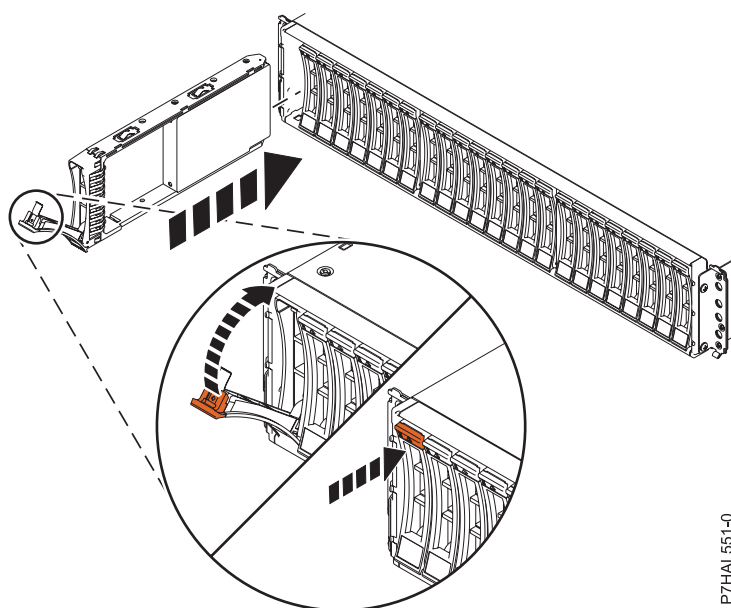

Figura 7. Instal·lació de la unitat de disc a Allotjament de la unitat de disc 5887
1. Amb la nansa en posició desbloquejada, consulteu Figura 7 a la pàgina 17, aguanteu la part inferior de la unitat mentre l'alineu amb les guies de la unitat d'expansió.